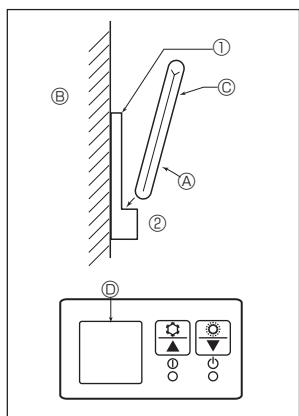
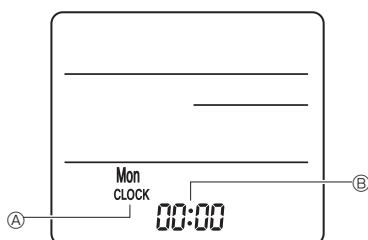

Fig. 6-3
Fig. 6-4
2) Méthode d'installation (Fig. 6-3)
① Télécommande ② Mur ③ Afficheur ④ Récepteur
3) Réglage (Réglage de l'horloge) (Fig. 6-4)